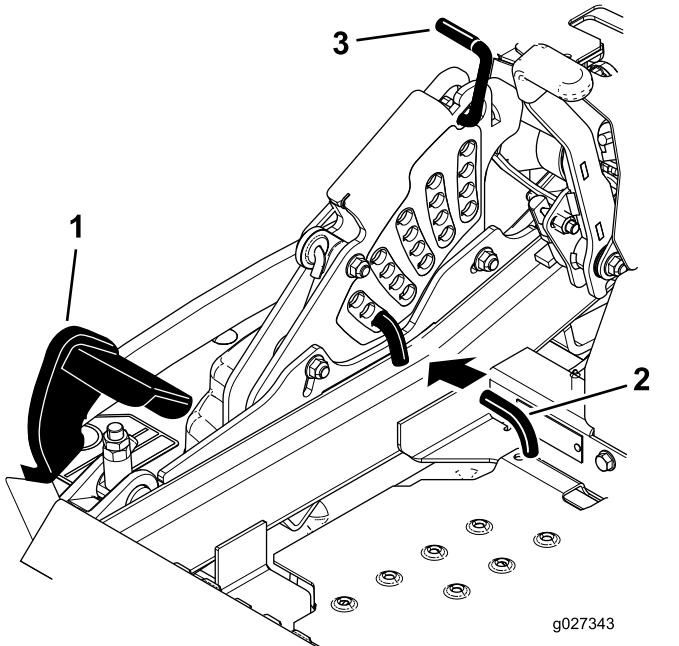

Figure 100
- Enfoncez la pédale de levage du tablier de coupe au maximum pour verrouiller le tablier à la position transport de 14 cm (5½ po) (Figure 100).